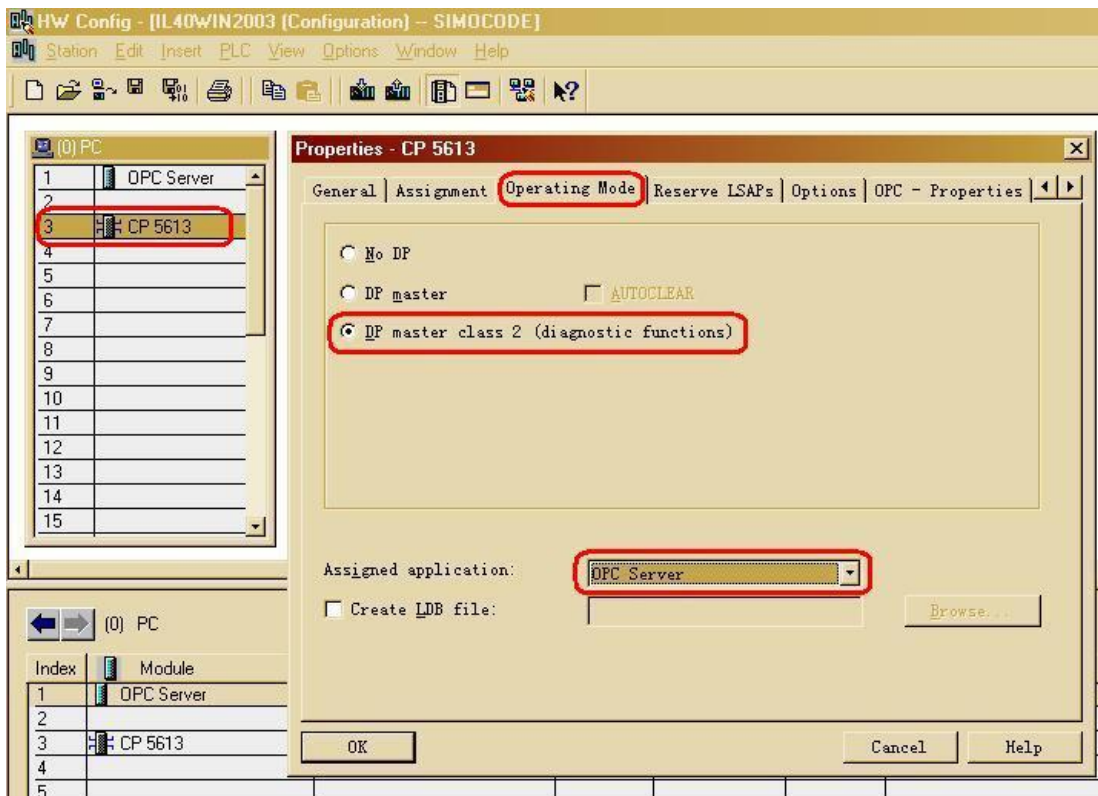

图 19
(B) 在 Operating Mode 中选择 DP Master class 2 和 OPC Server，如图 19 所示。